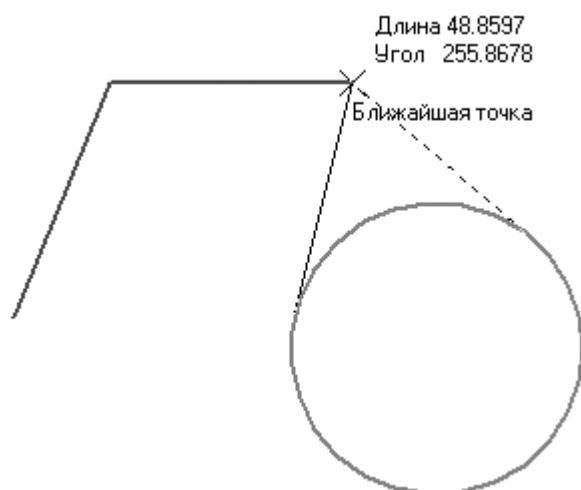

Рис. 2.8. Построение касательного отрезка
2. Выберите инструмент Касательный отрезок через внешнюю точку. Обратите внимание, что в строке подсказок внизу окна отобразилась фраза Укажите кривую для построения касательного отрезка. Подведите указатель к построенной окружности (она при этом подсветится красным цветом) и щелкните на ней. После этого необходимо указать начальную точку отрезка. Пусть ею будет конечная точка второго отрезка, созданного до этого на чертеже (рис. 2.8).
3. Как видите, из указанной точки к окружности можно построить два касательных отрезка. Если сейчас завершить команду, нажав кнопку Создать объект или сочетание клавиш Ctrl+Enter, то будет создан отрезок, фантом которого изображен сплошной тонкой линией. Чтобы переключиться на другой вариант касательного отрезка (на рис. 2.8 показан пунктирной линией), нужно воспользоваться кнопками Следующий объект  или Предыдущий объект  на панели специального управления. Всегда применяйте эти кнопки, если система предлагает несколько вариантов построения одного и того же объекта, отображаемых пунктирной линией.